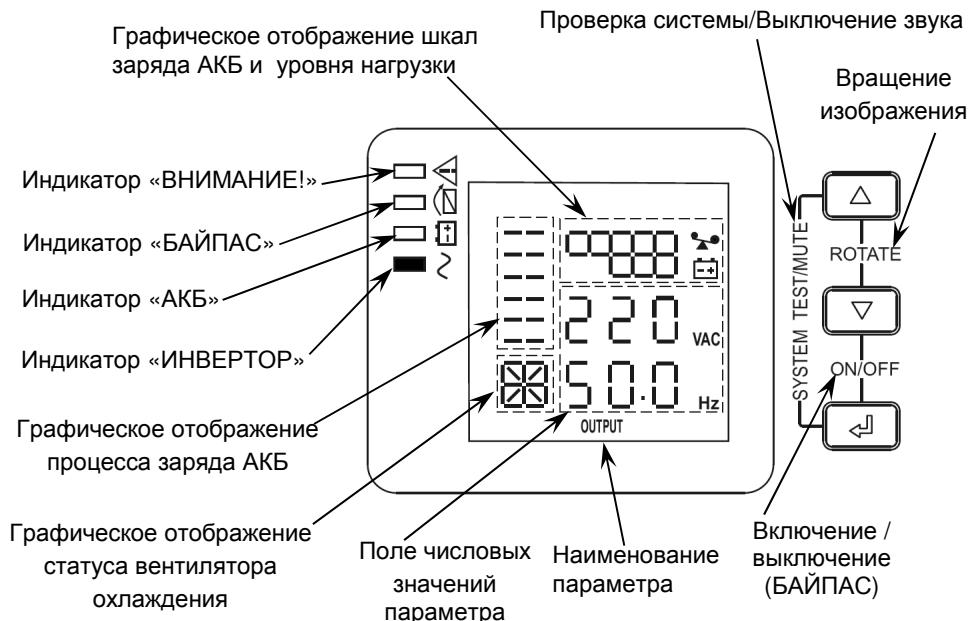

Рисунок 3 - Передняя панель изделия при монтаже в горизонтальном положении (на ЖК-дисплее отображены выходные параметры изделия (параметр OUTPUT)).
На ЖК-дисплее отображаются значения основных параметров изделия (см. рисунок 3).
- При наличии напряжения питающей сети** в пределах допустимого диапазона (см. п.1...п.3 таблицы 1) изделие питает нагрузки и осуществляет заряд АКБ. На ЖК-дисплее отображается величина выходного напряжения и значение его частоты (см. рисунок 3).